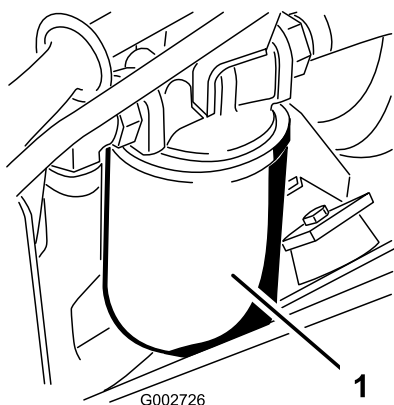

Figura 42
3. Collocate una bacinella sotto il filtro idraulico situato sul lato sinistro della macchina (Figura 42).